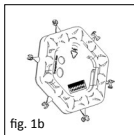

fig. 1b
■ **Fig. 1b/6** De integrerede skabeloner på bagsiden af sizer disken (Fig. 1b) svarer til minimalstørrelsen transplantatet, der skal bruges som mellemlæg imod trommehinden (Fig. 6).